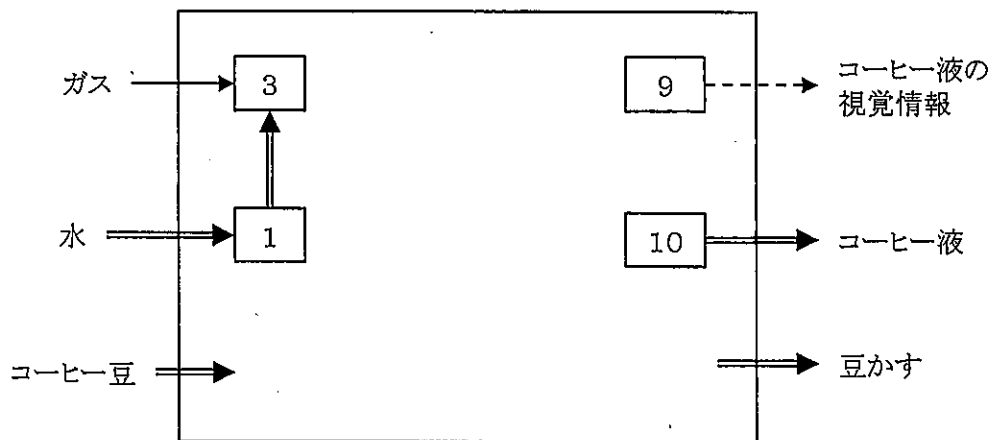

図 3-2
- (2) 図 3-2 に示す様に、物質、エネルギー、信号を変換する入出力システムとしてパーコレータの機能全体をとらえる。このとき、表 3-2 に示した全ての機能 No.1~10 をサブシステムとして用いて、システム内部における物質、エネルギーの流れについて、それぞれ二重線、実線の矢線で示した図を作成せよ。具体的には、図 3-2 に途中まで示してある様に、枠内に機能 No.1~10 を配置し、まず物質について、システム外部の入出力と機能、および機能間の入出力の流れを示せ。さらに、主要なエネルギーの入出力の流れを追加せよ。なお、信号の流れは破線で示してある。